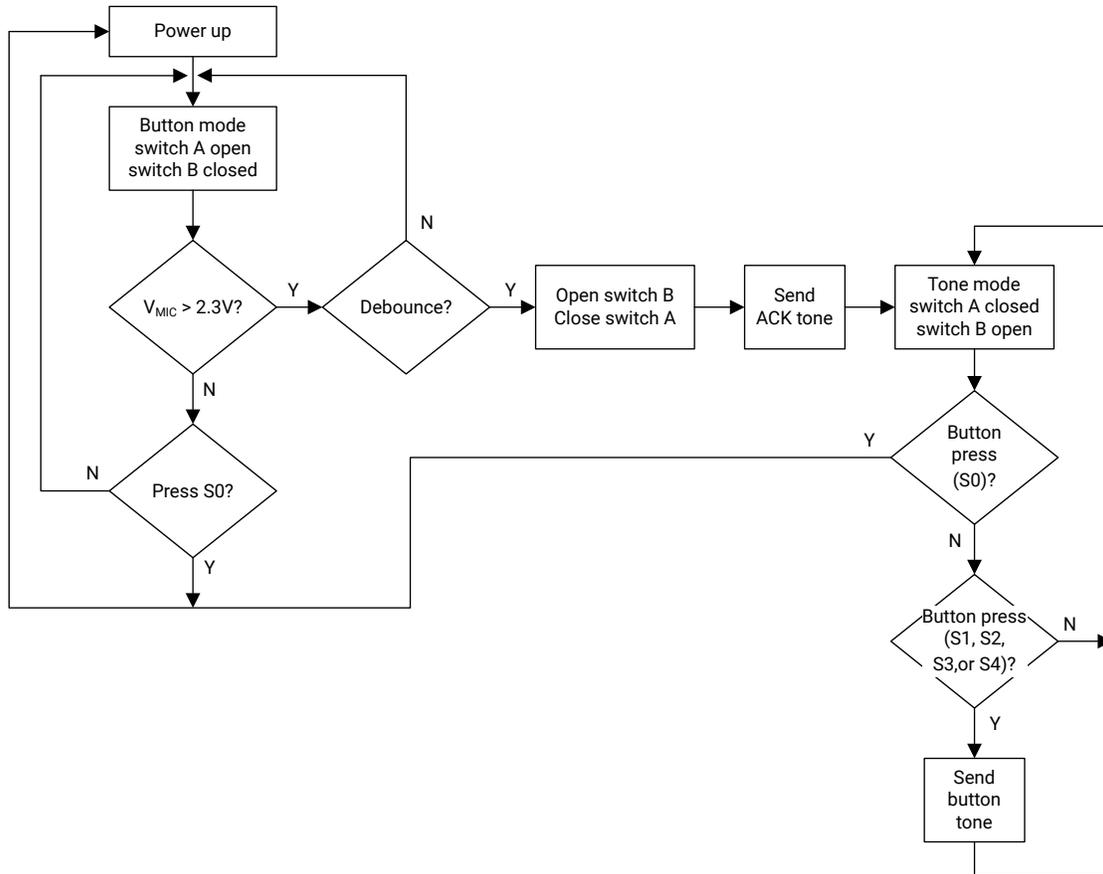

图 7-5. 音调模式上电序列
**图 7-5** 显示了 CD326x 进入音调模式时的启动序列。进入音调模式后，器件会打开连接 MIC 和 REM 引脚的开关 (开关 B)。经过预先设定的延迟后，器件将 VSHUNT 引脚和 MICPWR 引脚 (开关 A) 短接。此功能有助于防止来自内部电路的有害噪声混入麦克风偏置线路。经过另一个预先设定的延迟之后，CD326x 会发送如 **节 7.3.2** 中所述的确认音调序列。